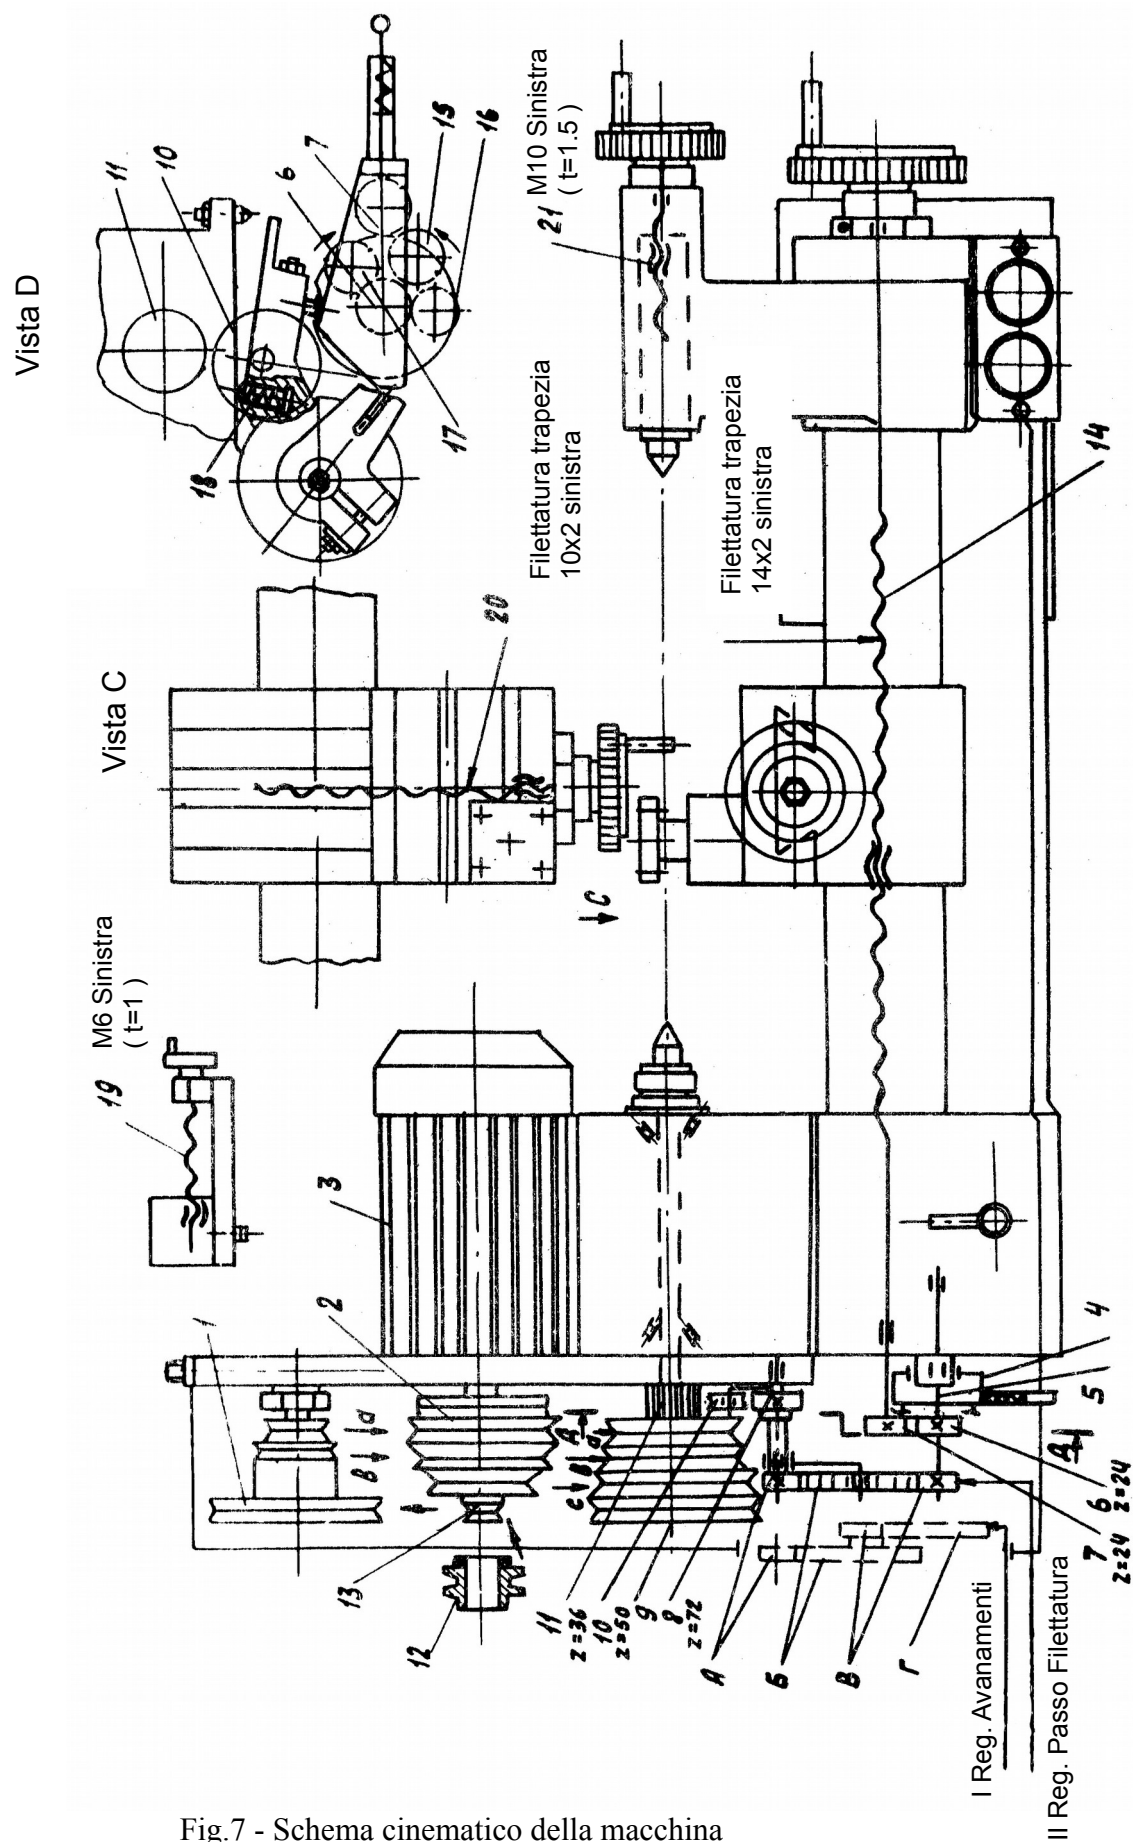

Fig.7 - Schema cinematico della macchina
Le tavole 1 e 2 contengono i parametri dei principali elementi della catena cinematica della macchina riportata sulla fig.7.
Il movimento di rotazione viene trasmesso dal motore elettrico (3) al mandrino tramite una cinghia trapezoidale (fig.7). Il mandrino dispone di una gamma di 9 velocità.